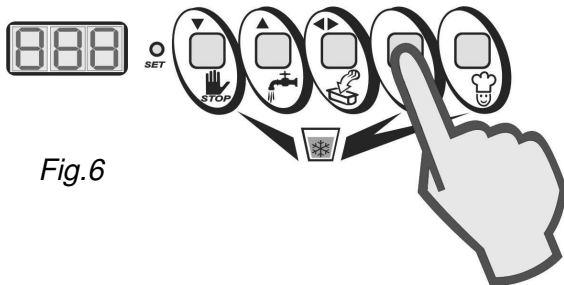

Fig.6
- Avec le cycle en cours, appuyer de nouveau sur la touche SEMI-AUTOMATIQUE (Fig. 6).